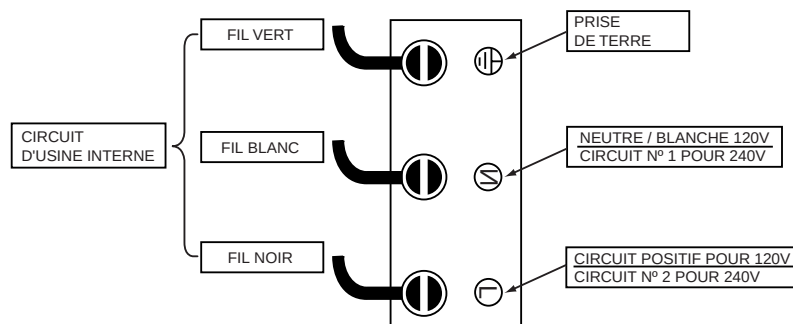

Figure 17.
- Lorsque vous branchez la prise domestique à la prise du terminal, à l'intérieur de la boîte de jonction, respectez les polarités telles qu'indiqué ci-dessous. En branchant sur du 120 volts, prenez soin de vérifier que vous connectez bien le fil positif au pôle positif (L), le fil neutre au pôle neutre (N) et le fil de terre à la prise de terre (GND), voir **figure 17**, ci-dessous.